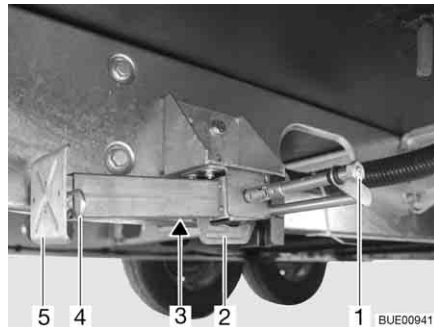

Fig. 28 Piedino di stazionamento
- Inserire la chiave a tubo nell'esagonale (Fig. 28,1) e ruotare fino a quando il piedino di stazionamento non si trova in posizione verticale verso il basso.
- Se la lunghezza del piedino di stazionamento è regolabile, sfilare la copiglia (Fig. 28,4) dal piede del prolungamento (Fig. 28,5).
- Inserire la chiave a tubo nell'esagonale (Fig. 28,1) e ruotare fino a quando il piedino di stazionamento non si stacca dal terreno.
- Spingere completamente all'interno il prolungamento dell'estremità del piedino (Fig. 28,5) e inserire la copiglia (Fig. 28,4) nel foro apposito.
- Girare sull'esagonale (Fig. 28,1), finché il piedino di stazionamento è orientato verso l'alto e la guida (Fig. 28,2) si trova proprio alla fine della scanalatura (Fig. 28,3).